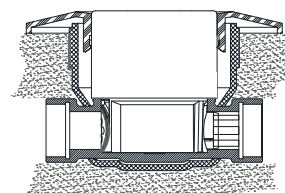

Abb. 9
- 7.15. Bei Unterputzinstallation Rosette aus Verpackung entnehmen und, sofern durch große Einbautiefe erforderlich, mit ein bis drei Verlängerungshülsen aufstecken. Für Einbautiefen unter 25 mm muss eine spezielle Rosette bestellt werden. Rosette (ggf. mit Verlängerungshülsen) auf die Zählwerkshäube bis zum Anschlag an der Wand schieben (Abb. 9).